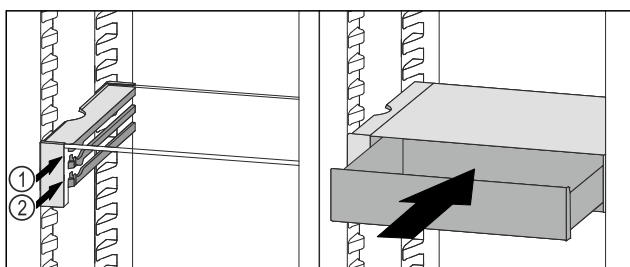

Fig. 130
- ▶ Nasadte zásuvku VarioSafe za zářezky na požadovaném žebře Fig. 130 (1) nebo Fig. 130 (2).